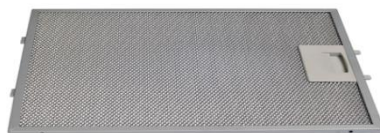

Рис. 1
1. Снимите алюминиевый жироулавливающий фильтр (рис. 1).
6. Установите алюминиевый жироулавливающий фильтр (рис. 1).